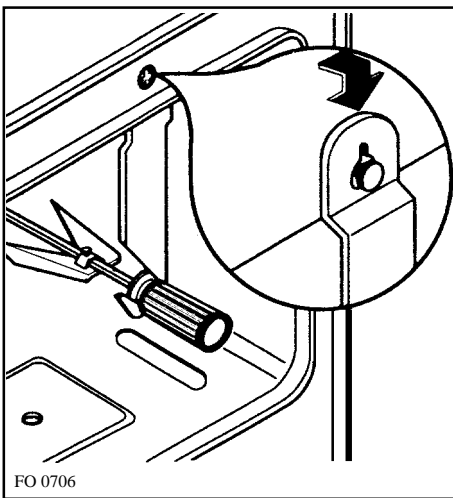

Fig. 5
- 1) monter le crochet porte tourne-broche sur le support prévu à cet effet (Fig. 5);